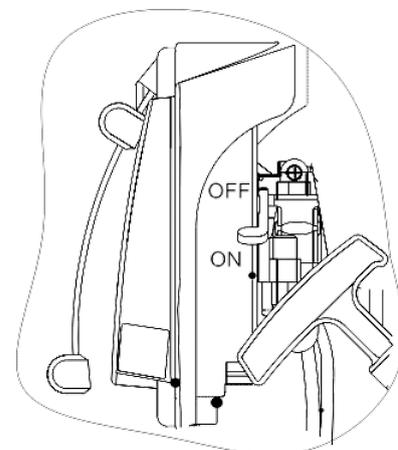

Fig. 6
a.Presione el bombín hasta que la gasolina llegue al carburador, ver Fig.6.